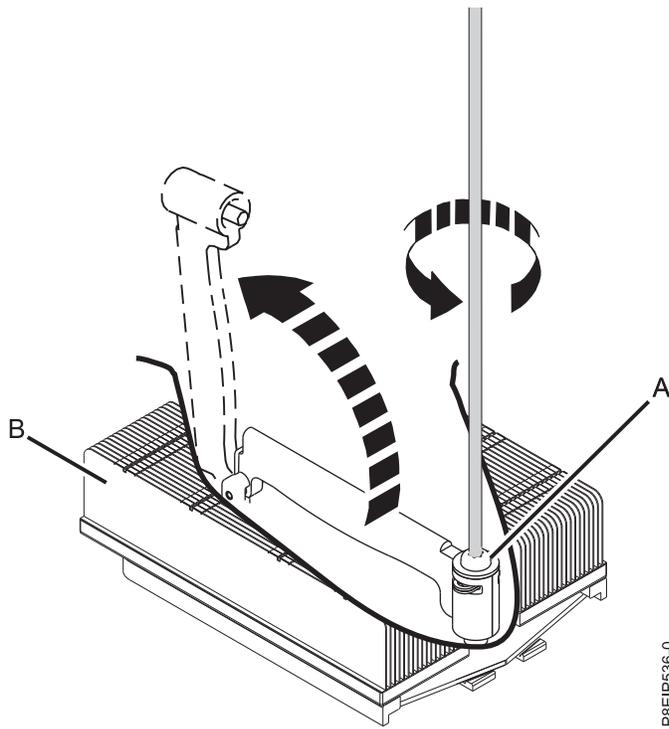

Figura 48. Aflojar el tornillo del brazo de carga del disipador térmico
4. Afloje el tornillo del brazo de carga (A) del disipador térmico (B) que está extrayendo con un destornillador Phillips #3. El brazo de carga gira en la dirección que se muestra en la Figura 48 en la página 49